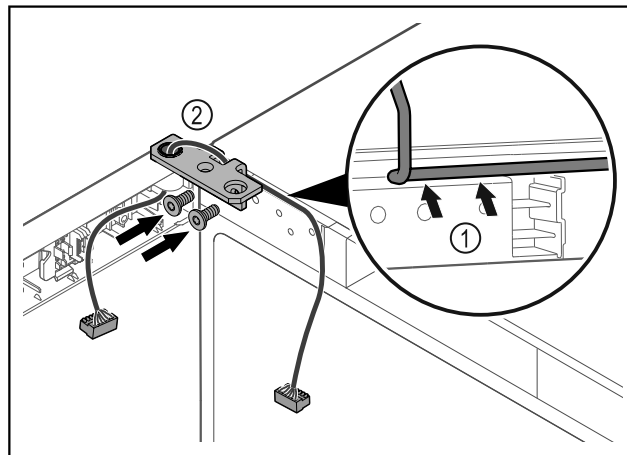

Fig. 32
- Introdurre il cavo nel foro della cerniera angolare e posarlo con cautela Fig. 32 (1).
- Avvitare la cerniera angolare Fig. 32 (2).